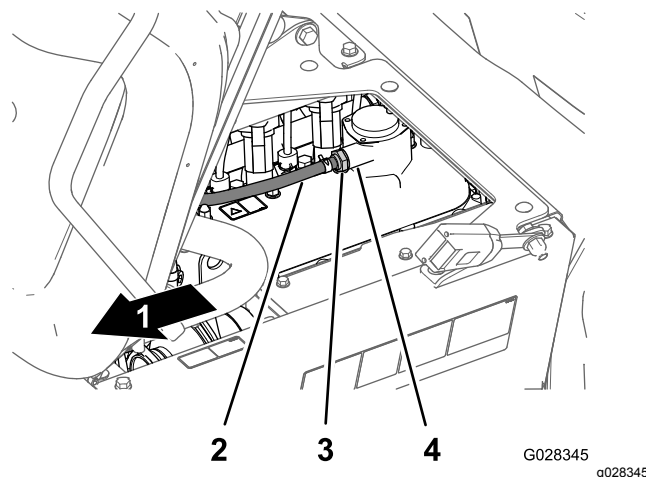

Figura 71
Nota: Si suena el limitador interno de la válvula, la válvula del sistema PCV está bien; si el limitador interno no está libre y no suena al sacudirse, sustituya la válvula (Figura 71).
4. Introduzca la válvula del sistema PCV del hasta que quede correctamente asentada en la junta del acoplamiento de la tapa de válvulas (Figura 71).
2. Retire la válvula del sistema PCV del acoplamiento de la tapa de válvulas (Figura 71).